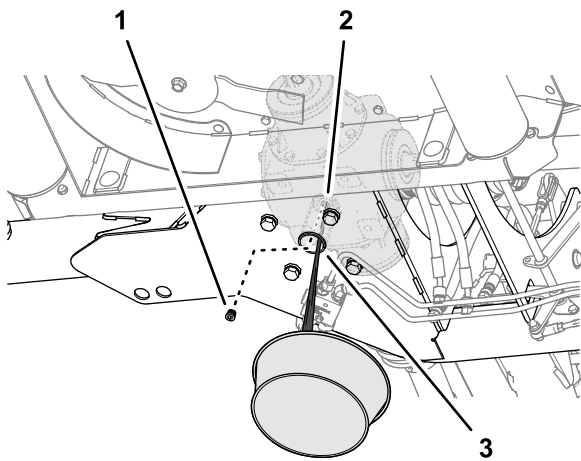

Figura 54
- Coloque un recipiente de drenaje alineado debajo del orificio de acceso en la placa del bastidor inferior (Figura 54).
2. Retire el tapón de vaciado de la toma del orificio de drenaje de la caja de engranajes central y deje que se vacíe el lubricante por completo (Figura 54).